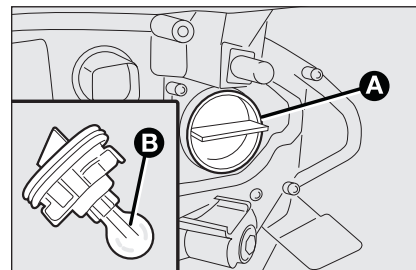

fig. 23
- ☐ extraire l'ampoule **B-fig. 23** et la remplacer;